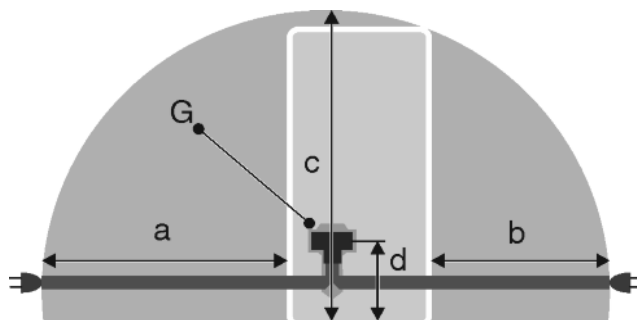

Fig. 31
- Zásuvka leží mimo oblast zadní stěny spotřebiče v dané oblasti *Fig. 31 (a, b, c)*.
- ▶ Zástrčku spotřebiče *Fig. 31 (G)* zastrčte na zadní straně spotřebiče. Dávejte pozor na správné zaklesnutí.